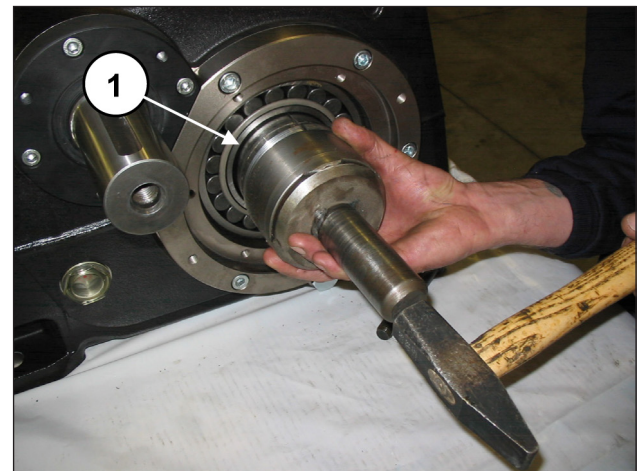
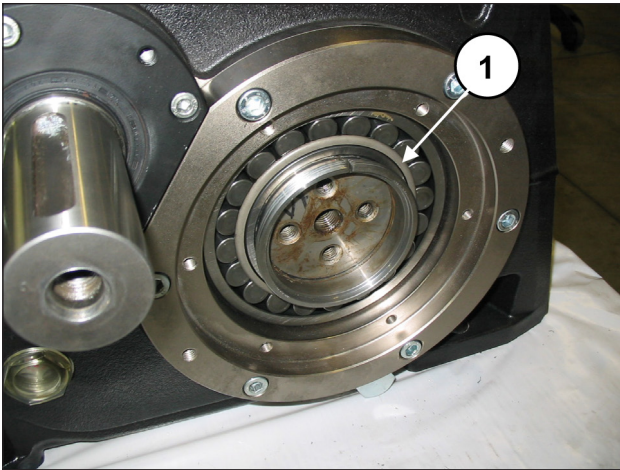

Abb. 77
Abb. 78
Treiben Sie die Druckbuchse vollständig auf die Kurbelwelle (Pos. ①, Abb. 77 e Abb. 78) mithilfe eines Schlagwerks und eines Dorns ein.